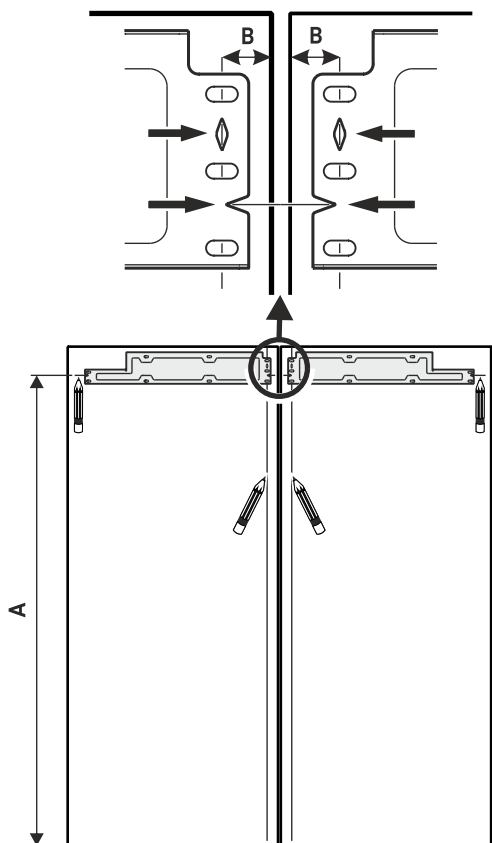

Fig. 27
- Contrassegnare una linea alla distanza Fig. 27 (A).
- Contrassegnare una linea alla distanza Fig. 27 (B) dal lato interno della parte frontale del mobile.
- Allineare ogni staffa di fissaggio alla distanza Fig. 27 (A) e montarla con almeno sei viti 4x16.